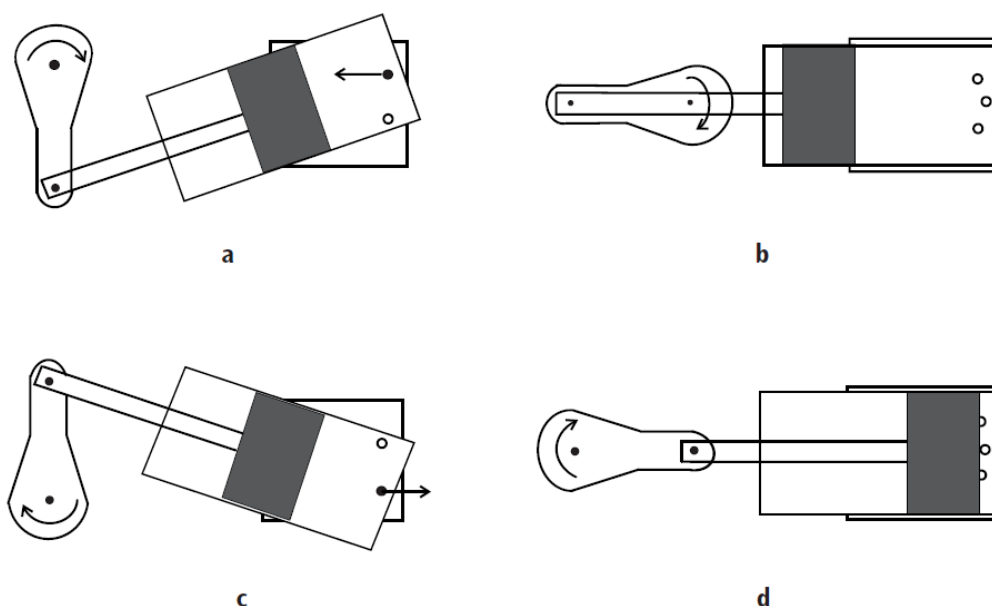

Fig.1 : Cycle de travail de la machine à vapeur oscillante
Contrairement à une machine à vapeur à coulisse, le cylindre d'une machine à vapeur oscillante tourne autour d'un axe central. Son mouvement ouvre et ferme l'entrée et la sortie des canaux de vapeur. Dans la chaudière, l'eau est réchauffée et de la vapeur se forme. La vapeur traverse le tuyau d'alimentation (12) dans le support pour accéder à l'orifice d'entrée de vapeur. Dès que l'ouverture du cylindre rencontre l'alimentation de vapeur fraîche, de la vapeur pénètre dans le cylindre et repousse le piston (Fig. 1 a). Lorsque le piston atteint sa position inférieure finale, les canaux de vapeur se referment. La roue volante permet de surmonter ce point mort (Fig. 1 b). Au cours de la phase suivante, le piston revient en arrière, ouvre l'orifice de sortie de vapeur et refoule la vapeur (Fig. 1 c). La vapeur est évacuée à travers le tuyau (2) et le tube br. L'eau de condensation est évacuée dans le gobelet (19) à travers le tuyau (1). Le piston atteint le point mort supérieur, les deux canaux de vapeur sont de nouveau fermés. La roue volante ayant surmonté le point mort supérieur, de la vapeur est de nouveau introduite et le processus recommence (Fig. 1 d).